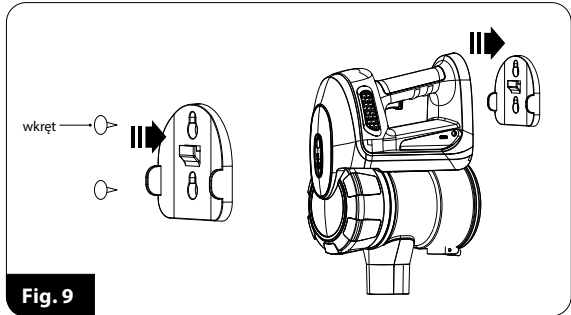

Fig. 9
3. Coloque el soporte (24) en el lugar seleccionado en la pared, muebles, etc. y marque con un lápiz los lugares para los tornillos provistos con la aspiradora.
4. Apriete los tornillos (Fig. 9), pero no los apriete completamente para que pueda colocar fácilmente el mango.